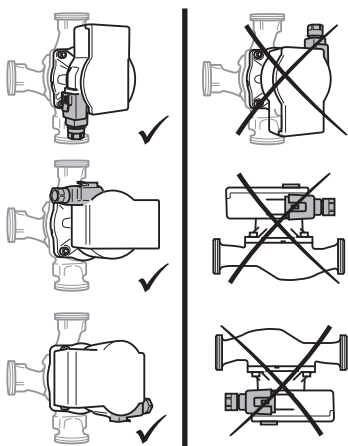

Fig. 2: Posições de montagem
- Selecionar o local de instalação de acordo com a posição de montagem admissível (Fig. 2).
- Ter em atenção a posição de montagem admissível (Fig. 2) da bomba e, se necessário, rodar a cabeça do motor (2+6).
- Ter atenção à posição de montagem admissível de montagem (Fig. 2) e a seta de circulação dos fluidos no corpo da bomba (1).
- Enroscar os 4 parafusos no corpo (5).